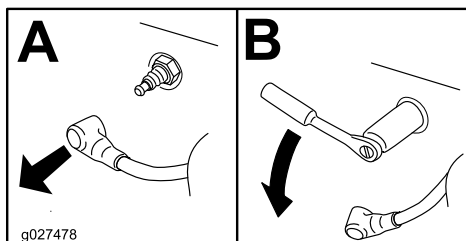

Bild 48
3. Nehmen Sie die Zündkerze heraus (**Bild 48**).